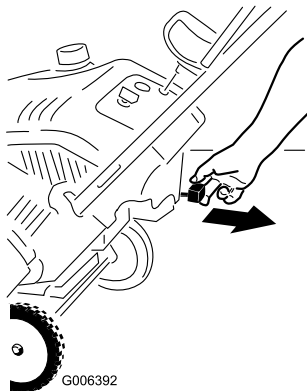

Figure 14
2. Tirez la manette de starter (Figure 14).